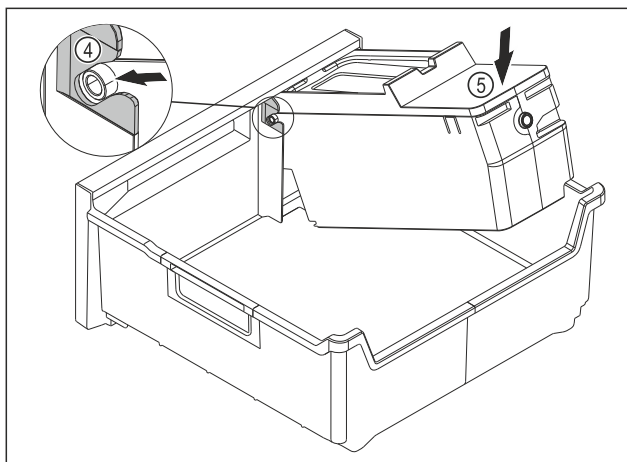

Fig. 176
- ▶ EasyTwist-Ice-rungon asennus: Työnnä EasyTwist-Ice-rungon akselit ohjaimiin Fig. 176 (4).
- ▶ Paina EasyTwist-Ice-runkoa Fig. 176 (5) takaa alaspäin.